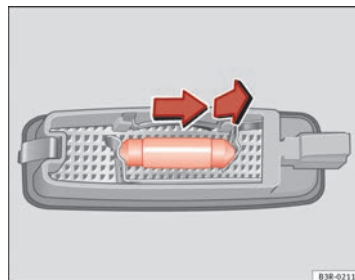

Fig. 244 Desmontaje luz del parasol
- Retire la lámpara, moviéndola en el sentido de la flecha y hacia afuera ⇒ fig. 244.